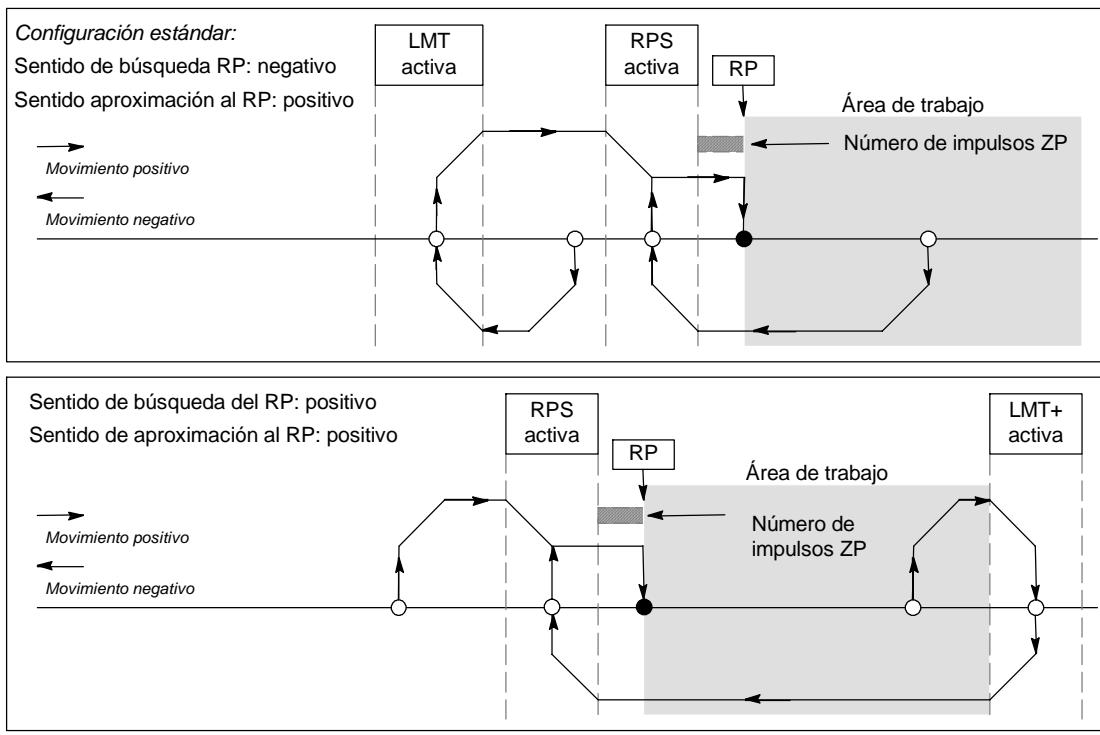

Figura 9-23 Búsqueda del RP: Modo 3
- La figura 9-23 muestra dos opciones del modo 3 de búsqueda del RP. En este modo, el RP se encuentra a un número determinado de impulsos cero (ZP) fuera del área activa de la entrada RPS.